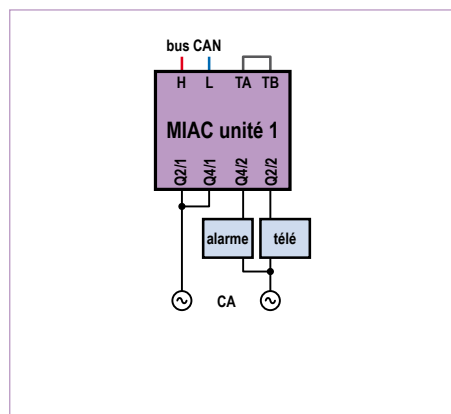

Figure 3 – Le MIAC de la chambre à coucher (unité 1) doit être connecté suivant ce schéma...
Nous adoptons le dispositif suivant : l'unité 1 avec les fonctions marche/arrêt de l'alarme et temporisateur TV dans la chambre à coucher ; l'unité 2 avec la fonction d'éclairage du jardin et d'alarme en bas à l'arrière de la maison ; l'unité 3 remplit les fonctions de sonnette de porte avec veilleur de nuit et marche/arrêt de l'alarme (avec serrure codée) en bas à la porte d'entrée (figures 3, 4 et 5). Trois trames sont utilisées, chaque unité peut envoyer une seule trame, voir le **tableau 1**. L'unité 2 envoie par exemple une trame avec l'identifiant (ID) 20. Cette trame contient huit octets dont deux seulement sont utilisés, les octets 0 et 1. Il reste donc de la place pour des extensions. Les valeurs de ces deux octets peuvent être 0, 1 et 2, ces deux dernières sont effectivement des commandes. La valeur 0 signifie « aucune action ». Ainsi, l'unité 2 peut émettre une trame par exemple pour afficher un texte sur l'écran LCD sans avoir quelque chose à communiquer au sujet de la sécurité du jardin.